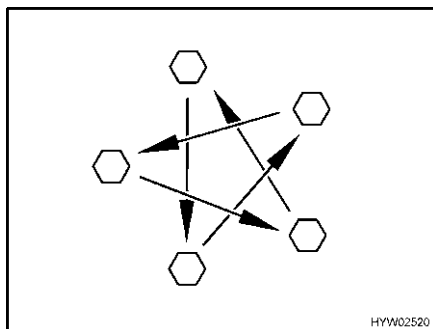

Fig. 251 Serrare a croce i dadi o i bulloni delle ruote
- Controllare regolarmente il serraggio dei dadi o dei bulloni. Regolare a croce (Fig. 251) il serraggio dei dadi o dei bulloni di una ruota sostituita dopo circa 50 km.
- ▷ Serrare a croce i dadi o i bulloni delle ruote (Fig. 251).